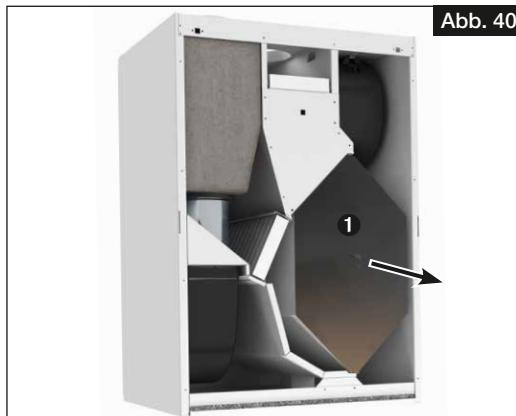

Abb. 40
3. Wärmetauscher 1 vorsichtig aus dem Gerät ziehen (s. Abb. 40).